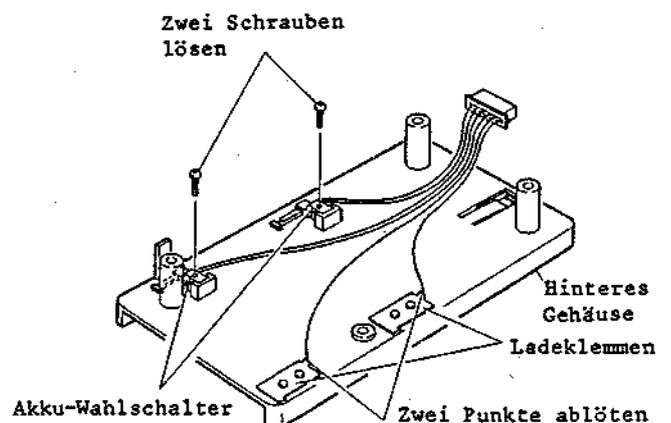

Abb. 2-204 Auswahl des hinteren Gehäuses und des Akku-Wahlschalters
5. Zwei (2) Befestigungsschrauben des Akku-Wahlschalters lösen (siehe Abb. 2-204).
6. Die Ladeklemmen an zwei (2) Stellen ablöten.